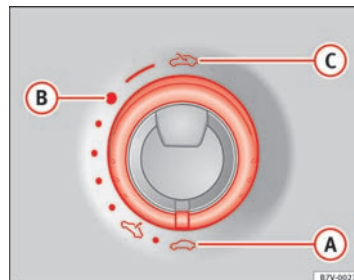

Fig. 57 I loftet: Drej kontakten for at åbne og lukke.
⇒ Fig. 57
- Kontakten ⇒ Fig. 57 ① skal finde sig i lukket position ①A.